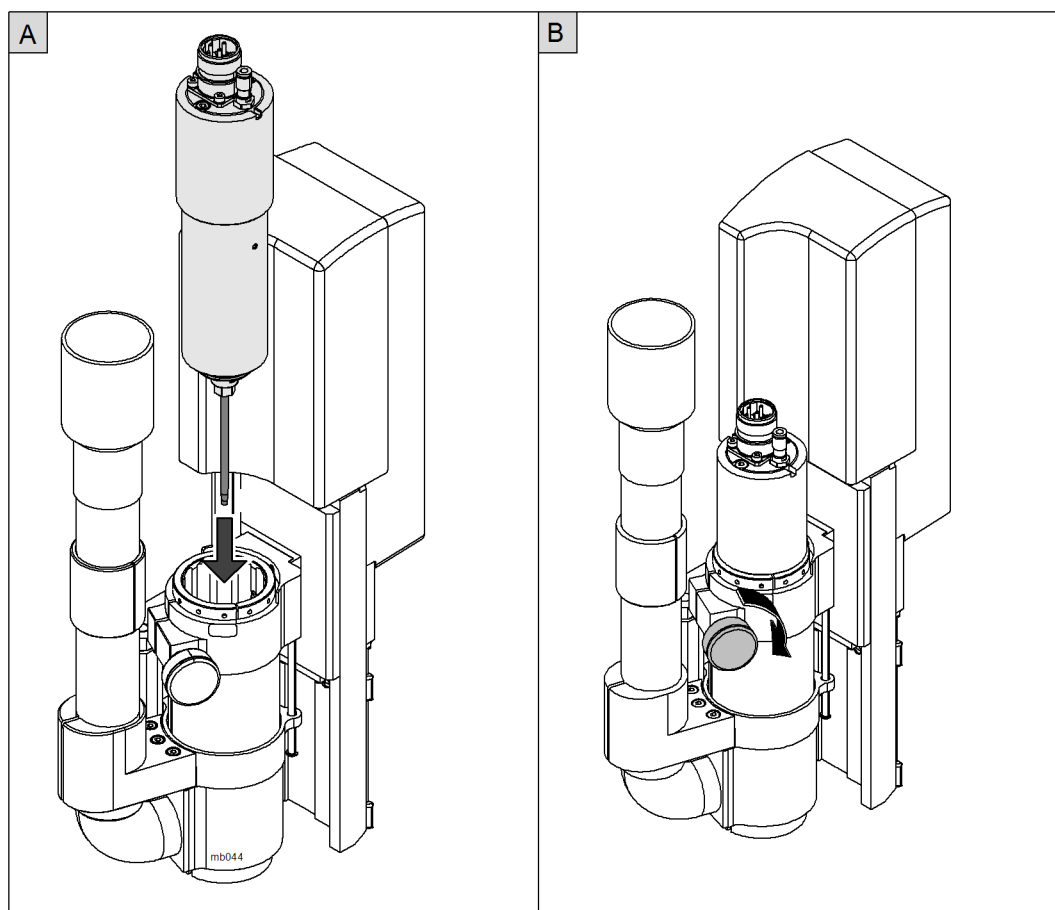

Abb. 14 Insertar el husillo de motor
- Al insertar el husillo de motor, preste atención a que la punta de la flecha esté orientada con respecto a la otra punta de la flecha ("Abb. 14, Insertar el husillo de motor", pos. B).